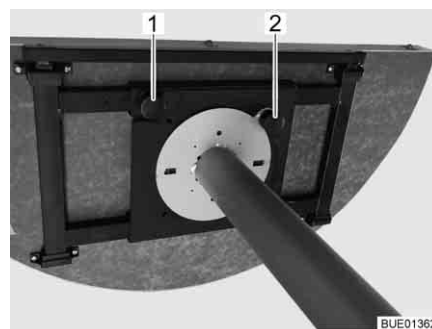

Fig. 97 Tavolo fisso (dal basso)
- Svitare la vite a testa cilindrica zigrinata (Fig. 97,1).
- Tirare il pomello di regolazione (Fig. 97,2).